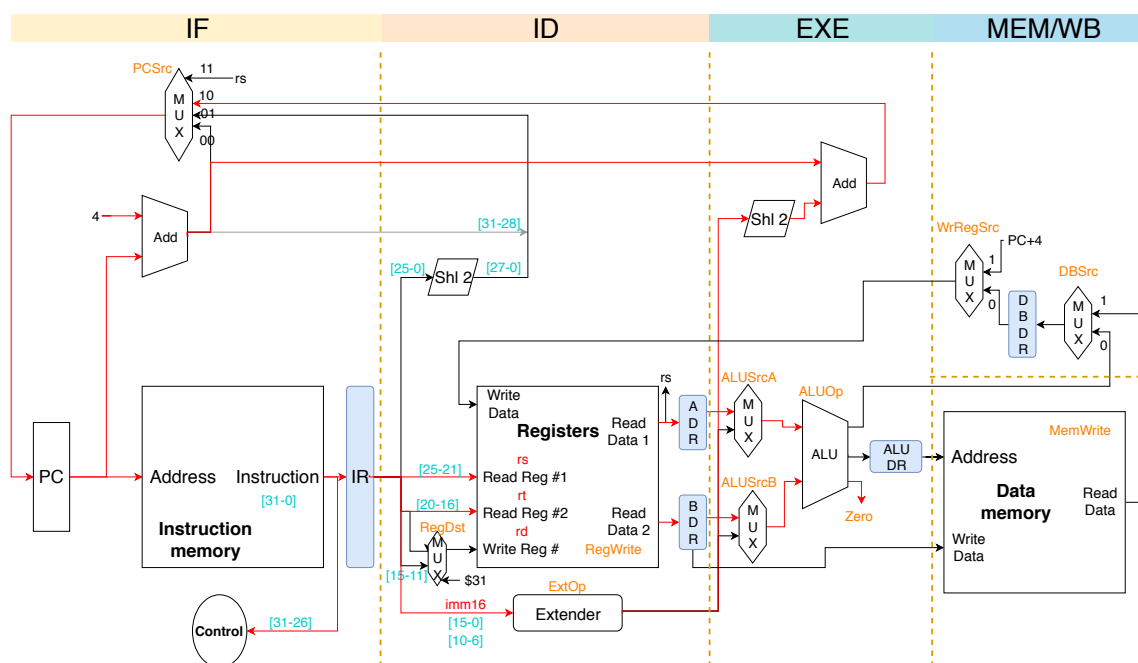

图 9: beq/bne/bltz通路
1. beq/bne/bltz为I类型。见图9，执行阶段从指令中读入rs、rt寄存器的地址，利用ALU对rs、rt寄存器的内容进行相减(beq/bne)或有符号比较(bltz)，若结果为0，则Zero标志置1，否则置0；同时，立即数imm进行符号扩展，并左移两位，与原有的PC+4再相加，结合Zero的值得到是否执行分支跳转指令。